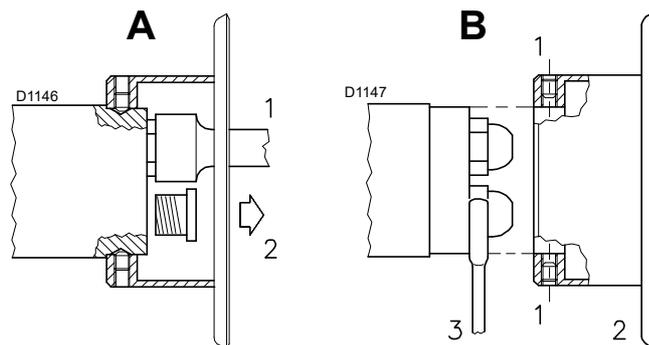

Fig. 16
- Montare i due ugelli con la chiave a tubo 1)(A Fig. 16) (da 16 mm), dopo aver tolto i tappi in plastica 2)(A Fig. 16), passando dall'apertura centrale del disco di stabilità fiamma oppure allentare le viti 1)(B Fig. 16), togliere il disco 2)(B Fig. 16) e sostituire gli ugelli con la chiave 3)(B Fig. 16).